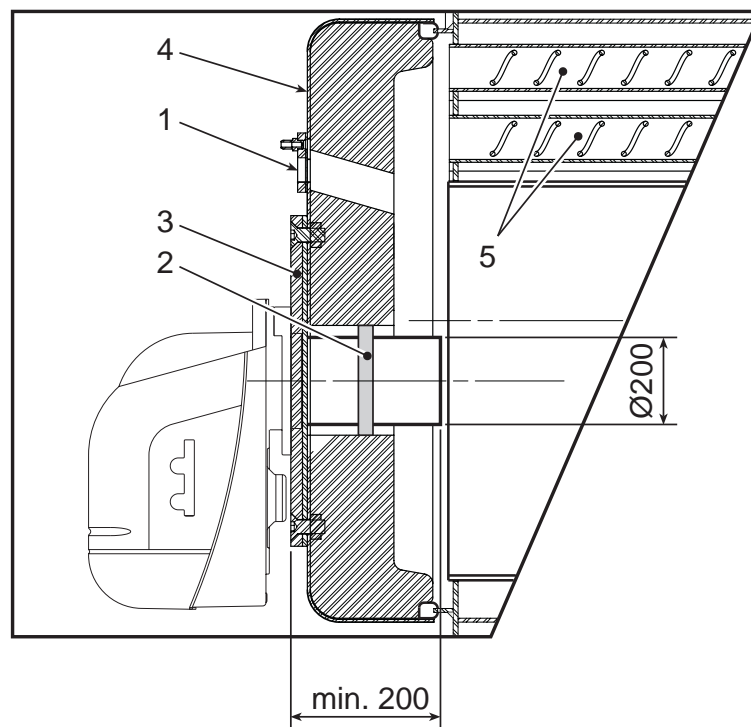

fig. 3
2.2 Tilslutning af brænder (fig. 3)